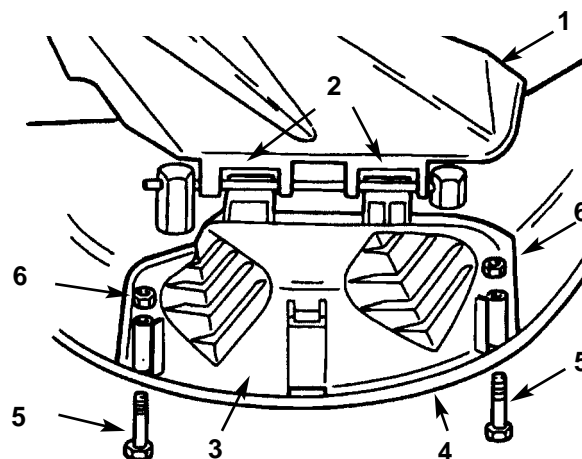

Fig. 13
1. Sollevate il deflettore dell'erba ed inserite le alette della calotta di scarico sotto l'asta di tenuta del deflettore. Fate girare la calotta di scarico sull'apertura, sopra il bordo inferiore del tosaerba (Fig. 13).
2. Fissate la calotta di scarico sul bordo inferiore del tosaerba con bulloni e dadi (Fig. 13).